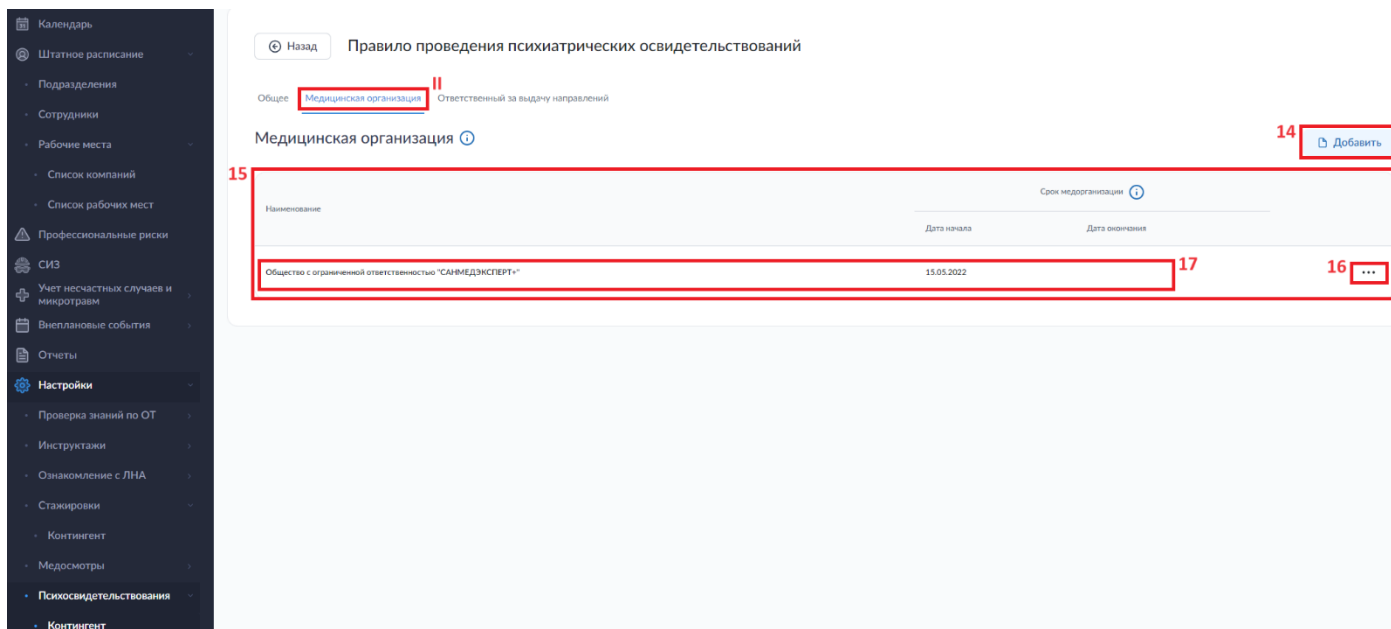

Рисунок 90. Раздел «Настройки». Подраздел «Психосвидетельствования. Контингент». Окно добавления правила проведения психосвидетельствований. Вкладка II.
На вкладке «Медицинская организация» (II) (рис. 90) необходимо указать информацию о медицинских организациях добавив запись (17) в таблицу (15) по нажатию кнопки «Добавить» (14).